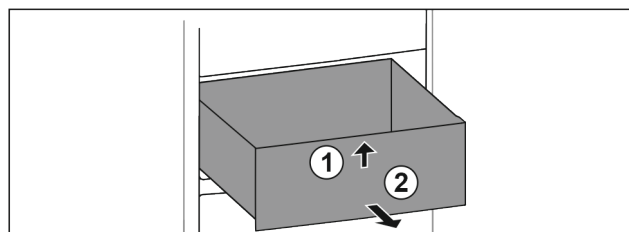

Fig. 11
- ▶ Vorne anheben Fig. 11 (1).
- ▶ Nach vorne entnehmen Fig. 11 (2).